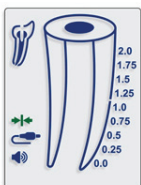

Rys. 2
- 5.2.2. Gdy bateria jest bliska wyczerpania miga wskaźnik słabej baterii (Rys.2). Endo-Eze™ Find® będzie działało normalnie nawet na słabej baterii, ale bateria musi być wymieniona przed ostatecznym wyczerpaniem.